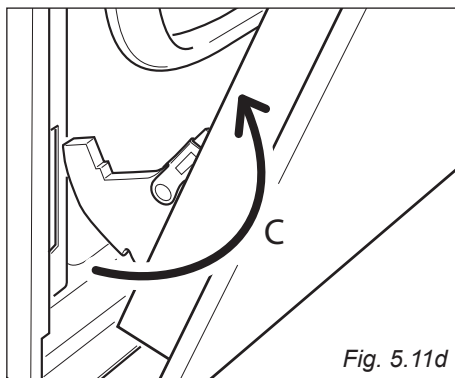

Fig. 5.11d
- Estrarre i ganci delle cerniere dalla loro posizione seguendo la freccia "C" (fig. 5.11d).